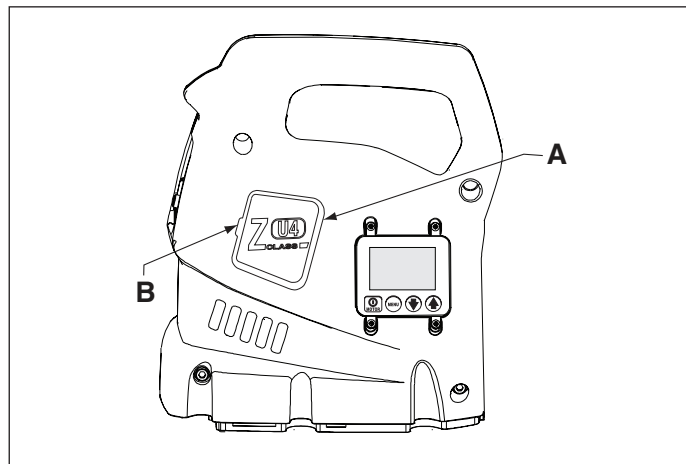

图 8, 电刷盖的拆卸
2. 扳开电刷盖栓 (B) 并轻轻向外撬来拆下两个电刷盖 (A)。见图 8。